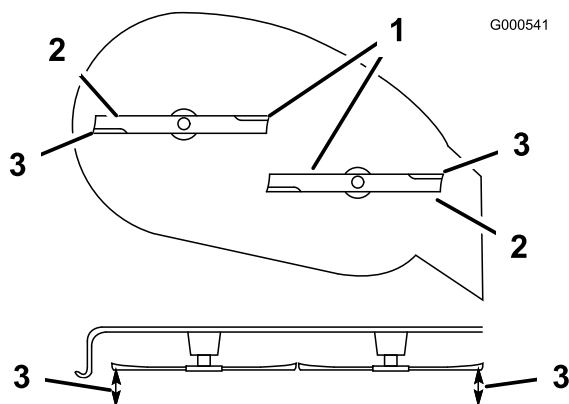

Figure 38
5. Tournez prudemment les lames pour qu'elles soient parallèles dans le sens transversal (Figure 38).
6. Mesurez la distance entre les tranchants extérieurs et le sol plat (Figure 38). Si les deux mesures diffèrent de plus de 5 mm, un réglage s'impose. Poursuivez la procédure.